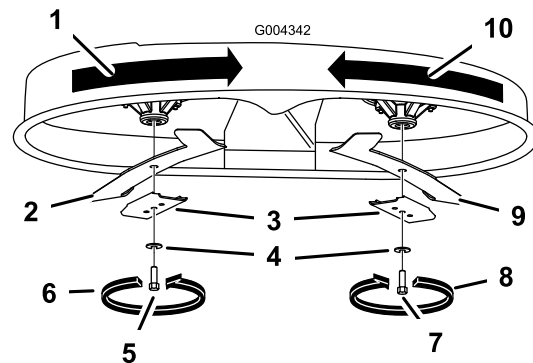

Figura 48
Sujete el extremo de la cuchilla usando un trapo o un guante grueso. Retire del eje el perno de la cuchilla, la arandela curva, el refuerzo de la cuchilla y la cuchilla (Figura 48).
1. Instale la cuchilla en el eje (Figura 48).
2. Instale el refuerzo de la cuchilla, la arandela curva (con la copa hacia la cuchilla) y el perno de la cuchilla (Figura 48).